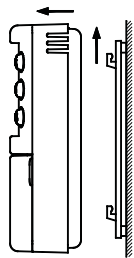

Рис.2
1. Отсоедините крепежную стеновую панель от корпуса хроностата, как указано на рис.2.